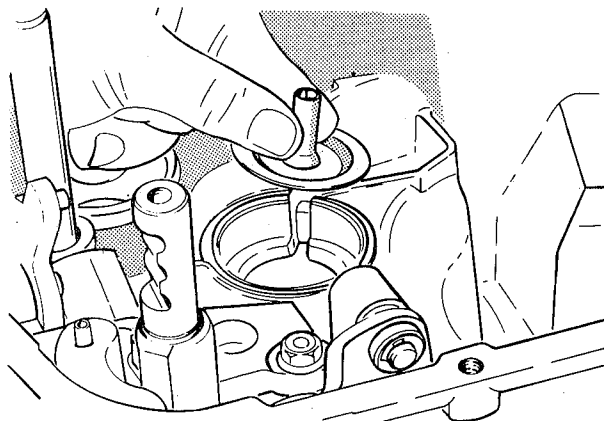

fig. 92
5. Instalar um novo defletor de óleo do rolamento da árvore secundária (fig. 92)